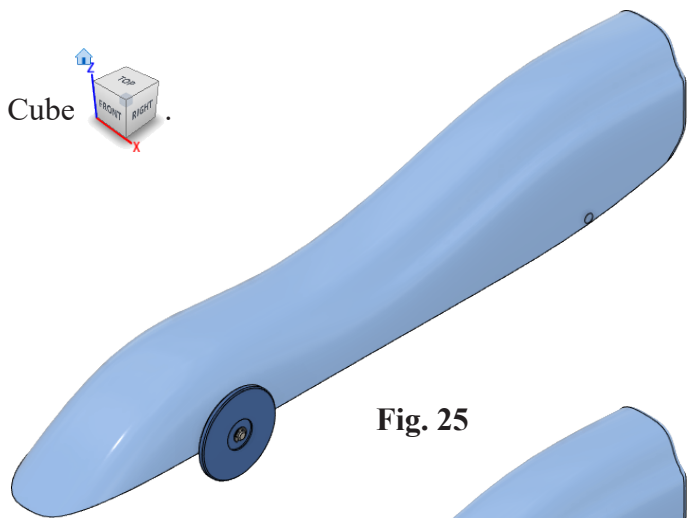

Fig. 25
Step 3. Insert **REAR AXLE** file, **Fig. 25**.